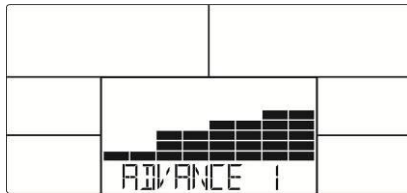

Fig.14
2. Trykk (+)(-) for å velge ett av fire programmer for viderekommende (Fig.14) og trykk MODE/ENTER for å bekrefte.